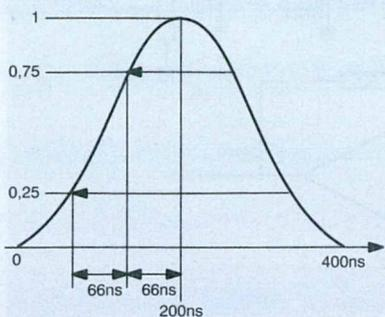

Figure 7 : détails supplémentaires.
Le problème est donc résolu pour l'impulsion 2T et pour l'enveloppe de l'impulsion 20T. Sachant que la fréquence d'échantillonnage vaut 15 MHz, nous anticipons un peu, la période d'échantillonnage vaut 66,66 ns. Ceci nous donne un maximum de cinq points pour définir l'impulsion 2T. La définition point par point de cette impulsion est donnée à la figure 7.
- HCLR, VCLR et INC trois signaux de commande des compteurs internes dont l'effet est représenté au schéma de la figure 7.
Au schéma de la figure 12 on remarque l'analogie entre l'écran et l'organisation interne de la mémoire. Supposons que les compteurs de lecture soient positionnés de manière à lire le contenu de la mémoire au point P, noté position courante au schéma de la figure 7, il est aisé de constater l'effet de chaque signal sur le contenu des compteurs ligne et pixel :
ligne à retard. Les signaux VCLR remettent à zéro à la fois le compteur ligne et le compteur pixel. Le schéma de la figure 7 n'est plus valable car VCLR correspond alors à l'action simultanée de VCLR et HCLR. Ce mode est utilisé surtout pour les réducteurs de bruit et les TBC, Time Base Corrector.